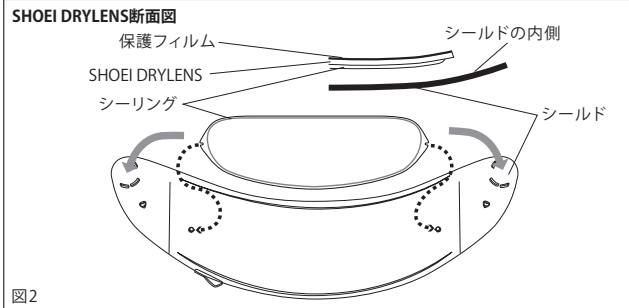

図2
- SHOEI DRYLENSを用意し、保護フィルムを剥がし、シーリングがある面をシールドに密着するように取り付けます。(図2)
2-1 Mettez le SHOEI DRYLENS en place de manière à ce que le joint d'étanchéité ferme bien hermétiquement l'espace situé entre le film et l'écran/visière, comme indiqué sur la figure 2. Avant de le mettre en place, décollez la pellicule protectrice d'environ 2 à 3 cm sur les côtés droit et gauche du SHOEI DRYLENS. Nettoyez la face intérieure de l'écran/visière avant d'y mettre en place le SHOEI DRYLENS. Ne touchez pas la face du SHOEI DRYLENS où est apposé le joint d'étanchéité.